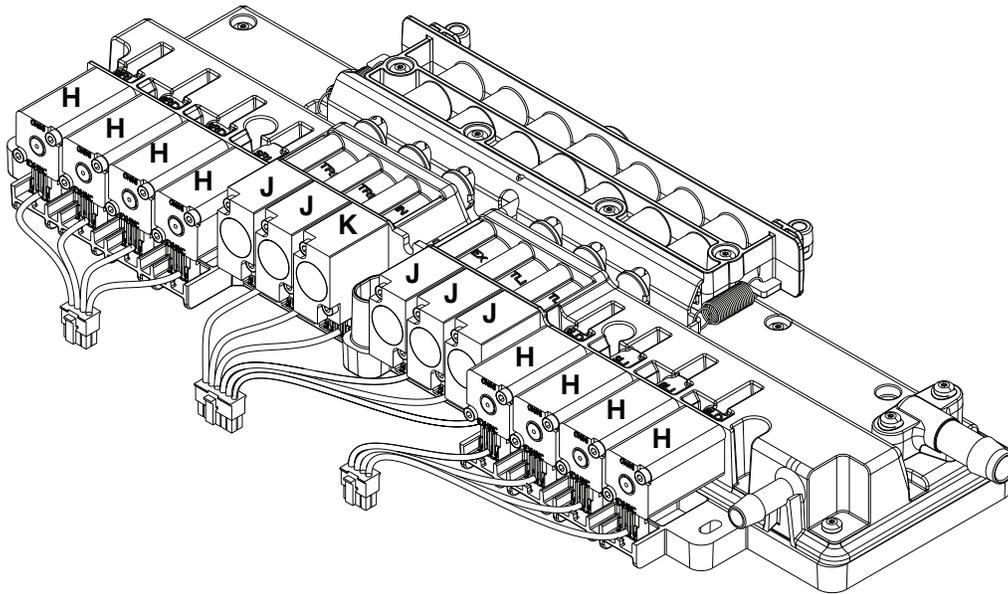

Figure 11 – Électrovanne
2. À l'aide d'un tournevis dynamométrique, retirer les deux vis qui retiennent l'électrovanne (H, J ou K) sur le collecteur (Figure 11). Conserver les vis.